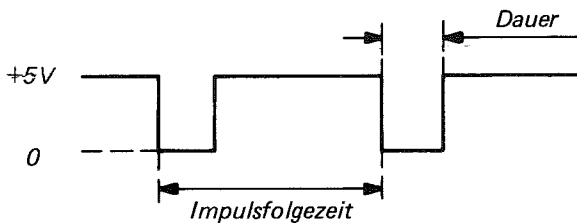

Abb. 6.3. Komplementäre Hauptimpulse
- Wahltaste COMPL. drücken und die komplementäre Impulsreihe nach Abb. 6.3. beobachten.